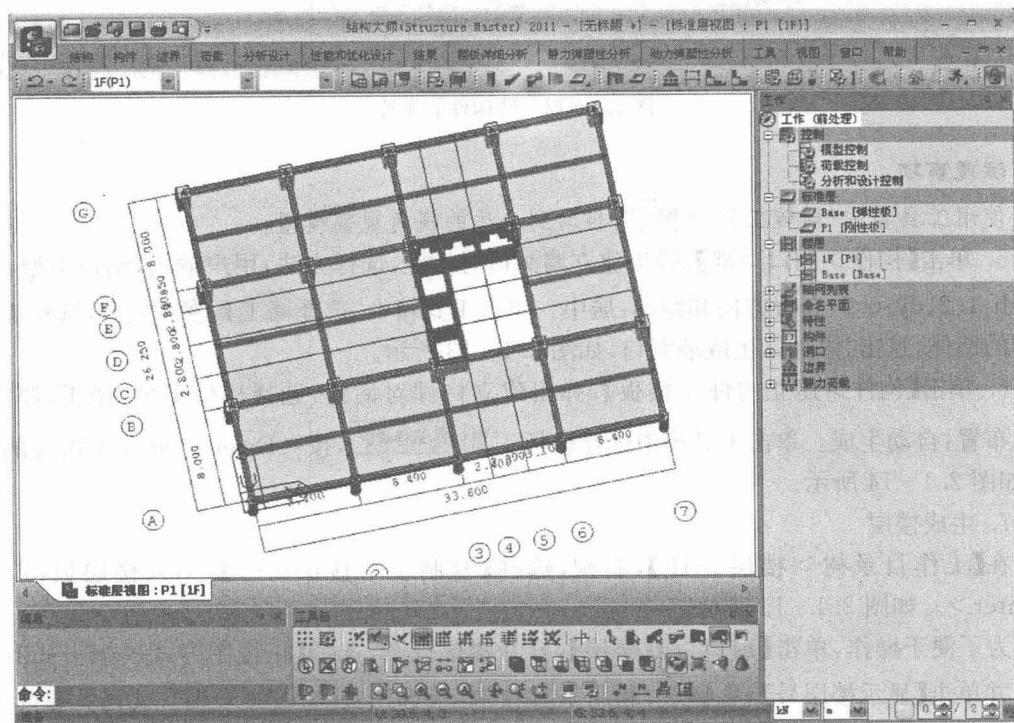

图 2.1-14 楼板构件的布置
6. 单击【构件>建立构件>楼板】，弹出建立构件对话框，选择构件类型：楼板，厚度：150，布置：自动生成。单击工具箱中选择楼板工具，按<Delete>删除不需要的楼板，如图 2.1-14 所示。